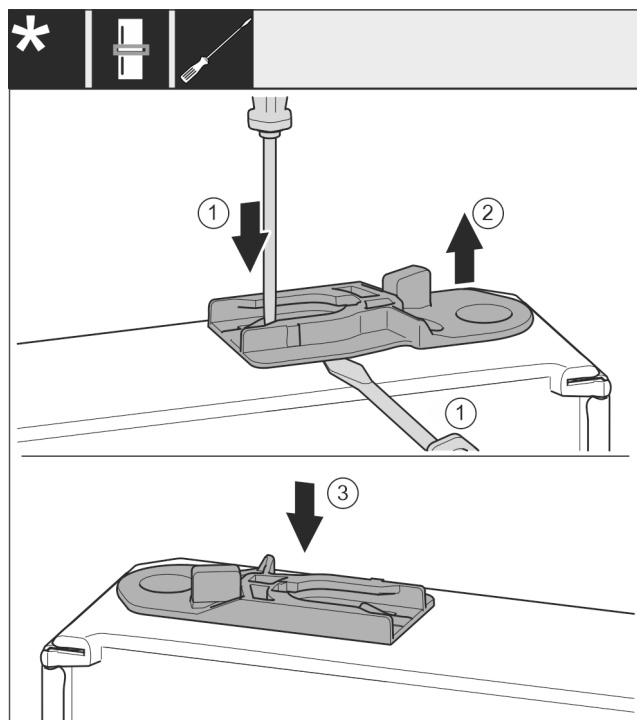

Fig. 53 *
- Vytáhněte vodící pouzdro: Stiskněte jazýček Fig. 53 (1) šroubovákem a současně plochým šroubovákem zajedťte pod vodící pouzdro Fig. 53 (2).*
- Vodící pouzdro Fig. 53 (3) přiložené v příslušenství zasuňte na druhé straně pláště.*